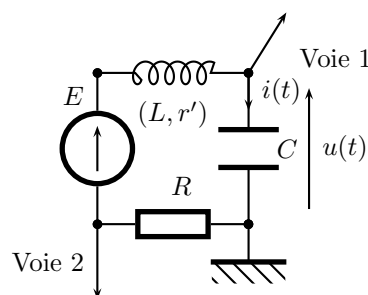

FIG. 6 – Régimes transitoires
**25.** Réaliser le montage de la figure 6, avec un générateur continu de fem  $E = 6 \text{ V}$ ,  $R = 10 \Omega$ ,  $C = 1 \mu\text{F}$ , une bobine caractérisée par  $L$  et  $r'$  et un interrupteur  $K$ . On disposera aussi d'un bouton poussoir pour décharger le condensateur. Rechercher les caractéristiques de la bobine.